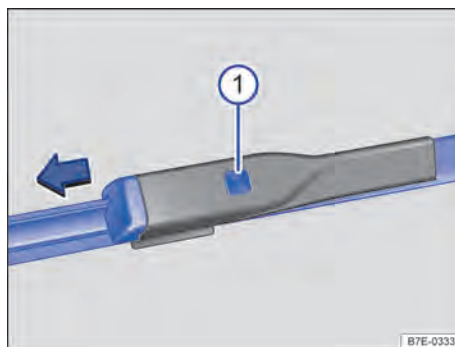

Fig. 179 Sur le pare-brise : remplacement des balais d'essuie-glace du pare-brise
❶ Touche de déverrouillage
3. Maintenez la touche de déverrouillage enfoncée et retirez simultanément le balai d'essuie-glace dans le sens de la flèche → fig. 179 ❶.